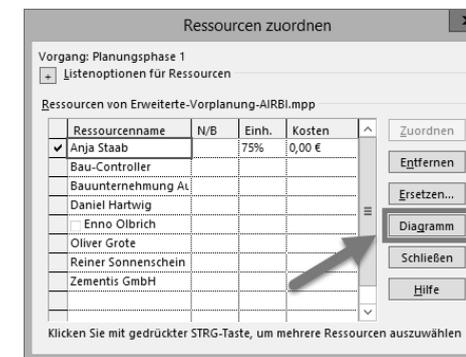
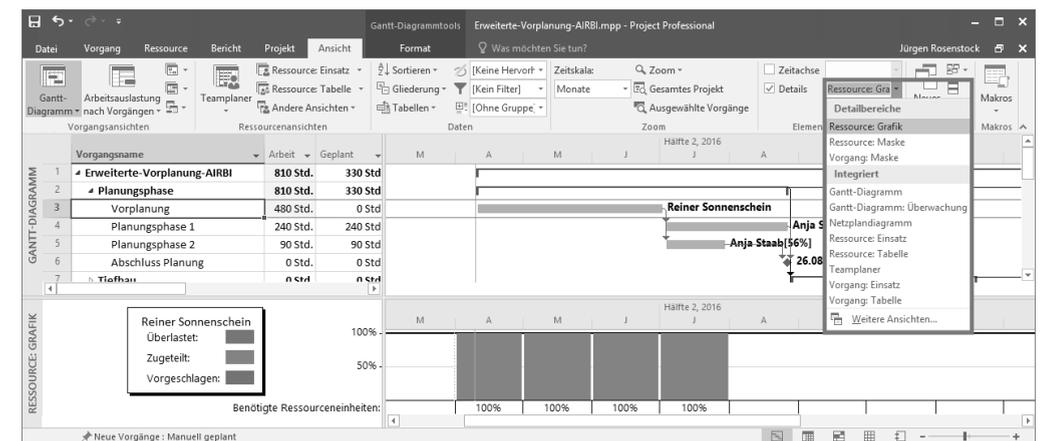

Abbildung 6.20 Aufruf der Diagrammdarstellung im Dialog »Ressourcen zuordnen«
Abbildung 6.21 Verfügbarkeit einer Ressource im Projekt
- Klicken Sie hier auf die Schaltfläche **DIAGRAMM** (siehe Abbildung 6.20). Im unteren Bildschirmbereich öffnet sich ein Diagramm und zeigt Ihnen die Zuordnung an (siehe Abbildung 6.21). Über das Menüband **ANSICHT** und die Auswahl **DETAILS** können weitere Ansichten zu den Ressourcenzuordnungen angezeigt werden.